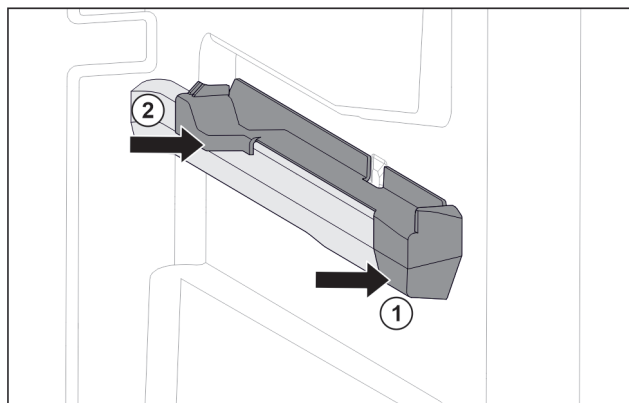

Fig. 119 Natični nastavek na desnemu nastavku za posodo
- ▶ Natični nastavek spredaj namestite na nastavek za posodo. Fig. 119 (1)
- ▶ Pritisnite natični nastavek zadaj. Fig. 119 (2)